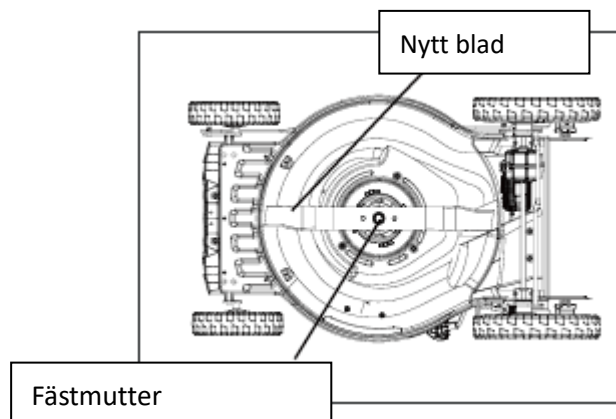

Abb. 16
- Sätt in det nya bladet i samma position och fäst det med den ursprungliga fästmuttern. (Nödvändigt åtdragningsmoment: 20–25 Nm) (se fig. 16)